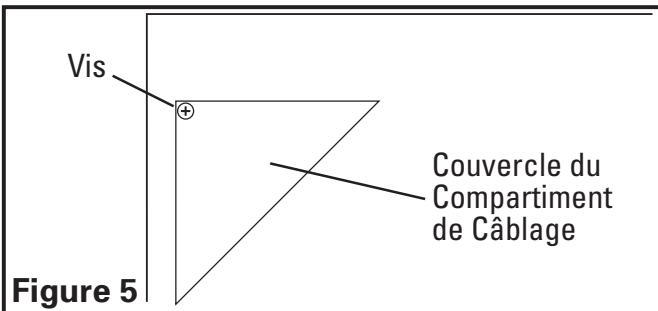

Figure 5
- Compartiment de Câblage Extérieur:** enlever la vis du couvercle du compartiment à câblage et mettre ce couvercle dans un endroit fiable (**Figure 5**).